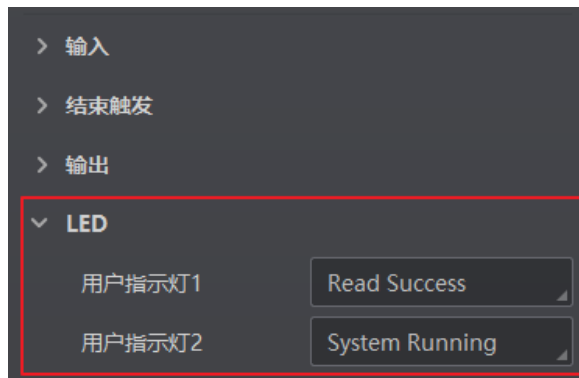

图4-74 进入属性树
1. 进入“输入输出”模块，展开“LED”进行指示灯设置，如图 4-74 所示。